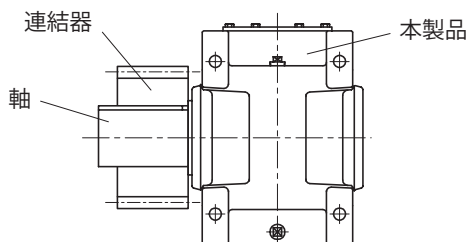
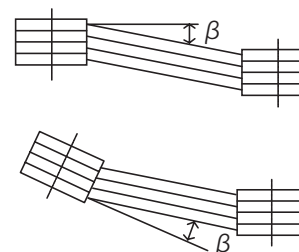

図5-3
図5-4
(2) チェーン、スプロケット、ギヤを使用する場合
- ・スプロケットやギヤは荷重の作用点が軸中央より本製品側へくるようにしてください。（図5-3）
(3) Vベルトを使用する場合
- ・両プーリ間の平行度、偏心度 β は $20'$ （20分）以内としてください。（図5-4参照）